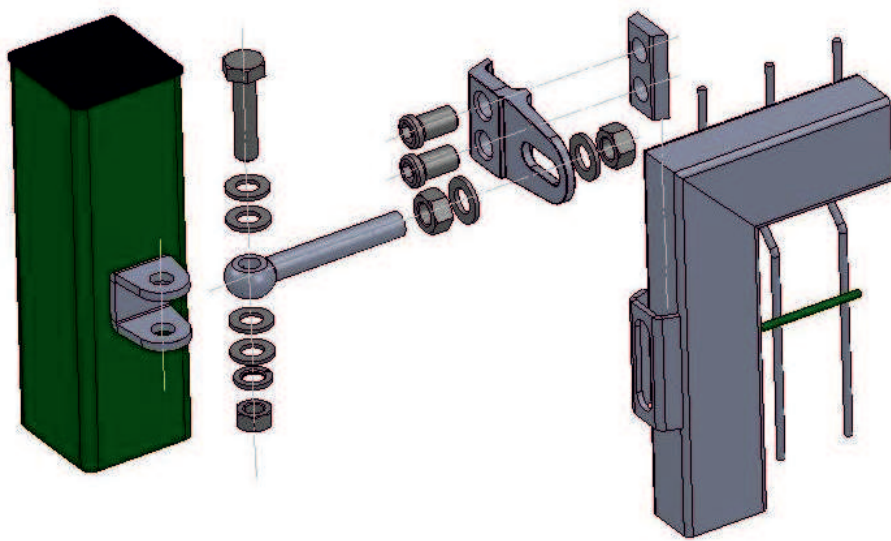

рис.7
2.4.3. Выполнить сборку завесов согласно рис.7.